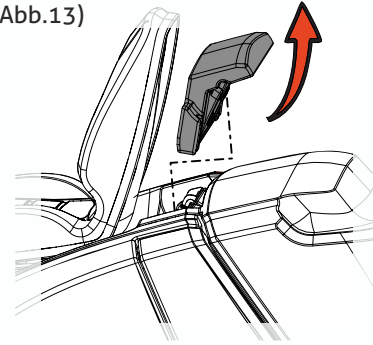

Abb. 13
- Rahmenverkleidung abnehmen (durch ziehen/einfaches lösen der Snaploc Kupplung Abb.13)